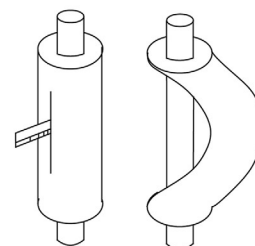

Fig. 15
- 4 Se la piegatura diretta rischia di causare rotture sul tubo, utilizzare prima un taglierino per tagliare lo strato isolante, vedi Fig.15. Non piegare il tubo finché non è stato spellato. Una volta terminata la piegatura, avvolgere il tubo con uno strato isolante e proteggerlo con del nastro adesivo.